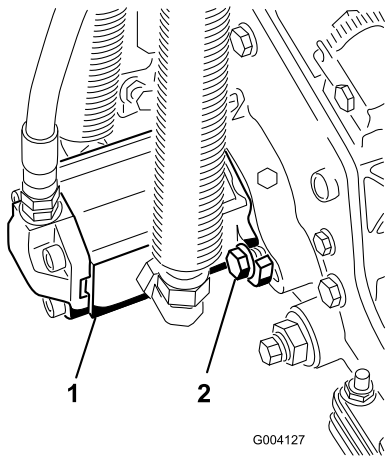

Figura 14
10. Instale el motor girándolo en el sentido de las agujas del reloj de modo que las bridas del motor no choquen con los tornillos de caperuza (Figura 14).